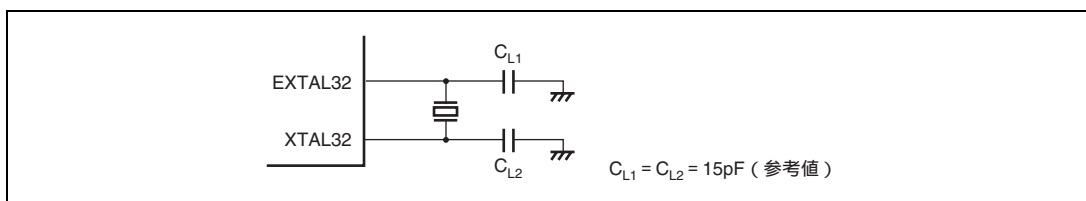

図 5.5 32.768kHz 水晶発振子の接続例
32.768kHz の水晶発振子を接続する場合の接続例を図 5.5 に示します。水晶発振子を接続する場合には、スタンバイコントロールレジスタ 7 (STBCR7) の MSTP74 ビットを 0、MSTP75 ビットを 0 に設定してください。